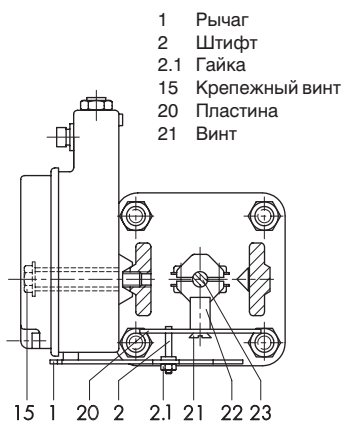

Рис. 4 Подсоединение при наличии модели с литой станиной (например, серия 240)
2.1 Подсоединение к клапану с литой станиной (рис. 4)